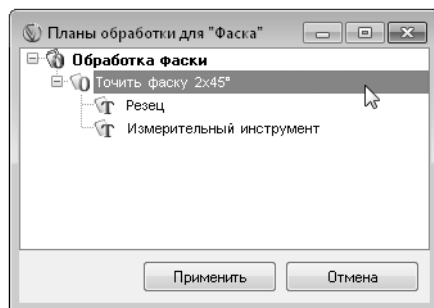

Рис. 8.7.
16. Нажмите кнопку **Получить план обработки**. В открывшемся окне отображается только один сформированный план обработки (рис. 8.7). Нажмите кнопку **Применить**.